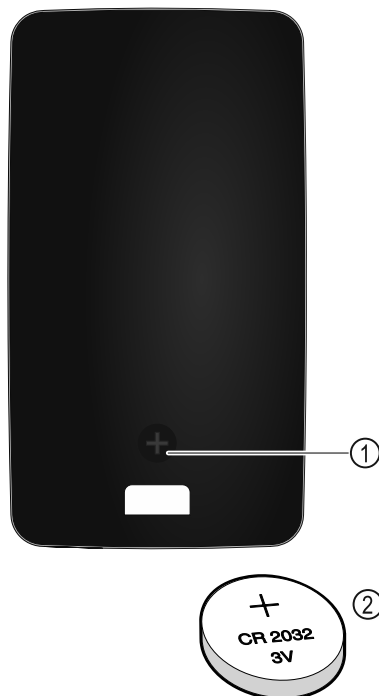

Fig. 260
Opskrbu elektroenergijom daljinskog upravljača pruža baterija tipa CR 2032 od 3 V Fig. 260 (2) koja je dostupna u specijaliziranim trgovinama.
- ▶ Odvrnite vijak Fig. 260 (1) na stražnjoj strani daljinskog upravljača.